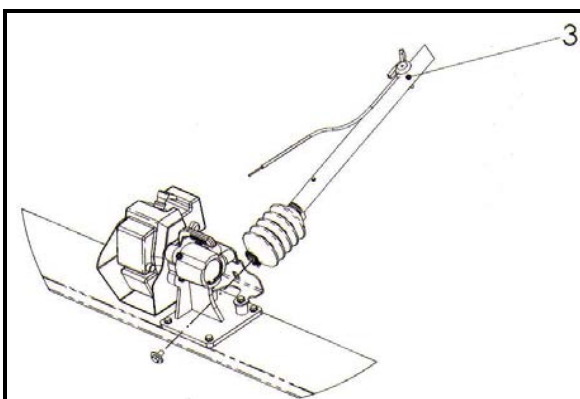
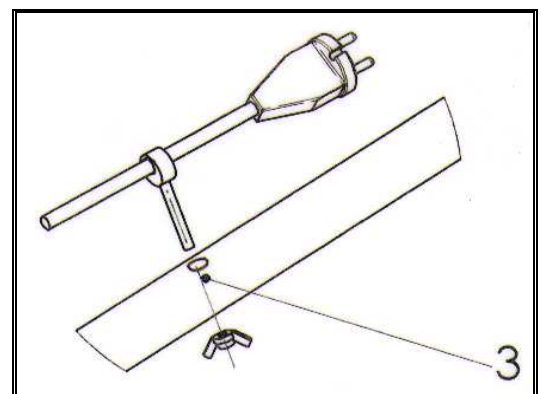

Fig.: 1.7-2
Fig.: 1.7-3
- 2.- Die Schraube entfernen **Pos. 2** und die viereckige Spitze in die Öffnung Fig. 1.7-2 in der korrekten Position einfügen. Die Schraube mit einem Schraubenzieher **FEST** andrücken.
- 4.- Für die Benzin Glättbohlen die Beschleunigungssteuerung in den Loch montieren **Pos. 3** (Siehe Fig. 1.7-2). Für die elektrische Glättbohlen den Träger des Netzkabels in gleicher Form wie die Beschleunigungssteuerung montieren. (Siehe Fig.: 1.7-3)